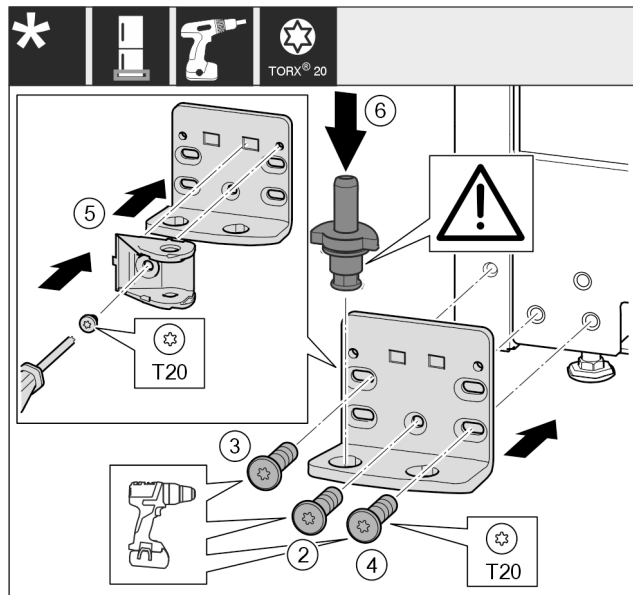

Fig. 21 *
- 将托架安装到另一侧，并借助螺丝刀旋紧。用螺钉 Fig. 21 (2) 从底部的中心开始。*
- 拧紧螺钉 Fig. 21 (3) 和螺钉 Fig. 21 (4)。*